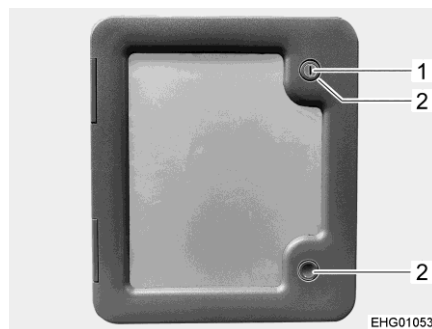

Fig. 19 Portillon extérieur réservoir à matières fécales
- Insérer la clé dans le barillet du verrou de pression (Fig. 19,1) et la tourner d'un quart de tour.
- Appuyer du pouce et simultanément sur les deux verrous de pression (Fig. 19,2) et ouvrir le portillon extérieur.
- Insérer la clé dans le barillet (Fig. 19,1) et la tourner d'un quart de tour.